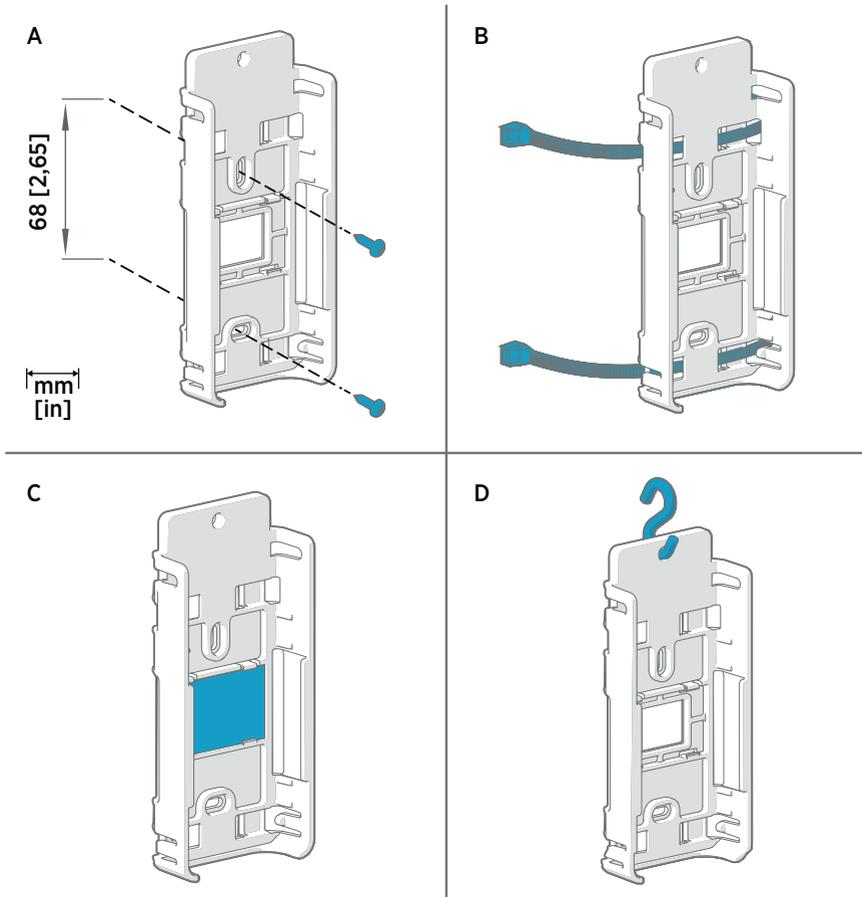

Figura 37 Métodos de montagem do RFL100
- 2. Fixe o suporte de montagem usando um dos métodos mostrados na Figura 37 (página 54). Oriente o suporte verticalmente de modo que a sonda ou o cabo da sonda aponte para baixo após a instalação. Não instale o RFL100 sem o suporte de montagem.